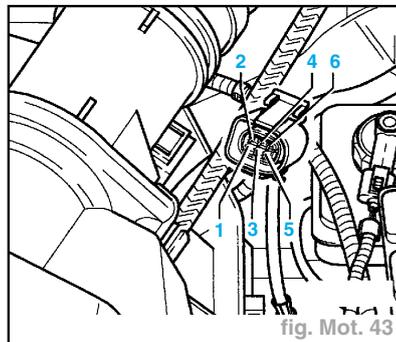

fig. Mot. 43
- Débrancher la fiche du débitmètre d'air massique (**G70**) (fig. Mot. 43).